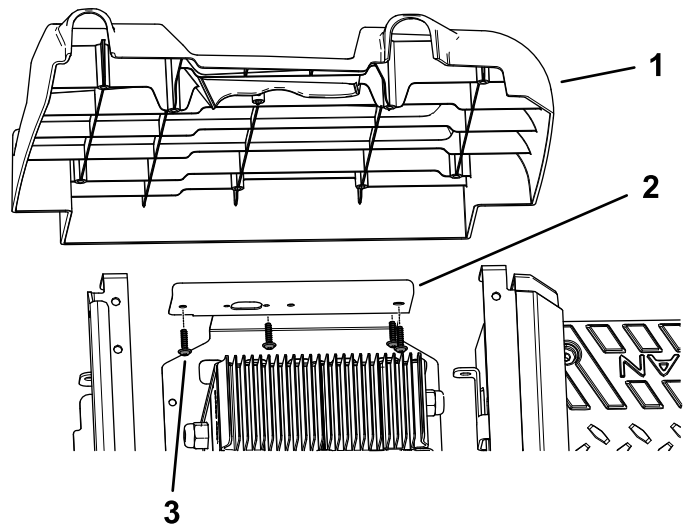

Figura 6
3. Retire los 4 tornillos torx (M6,0 x 22 mm) que sujetan el soporte del cargador al panel lateral izquierdo (Figura 6).